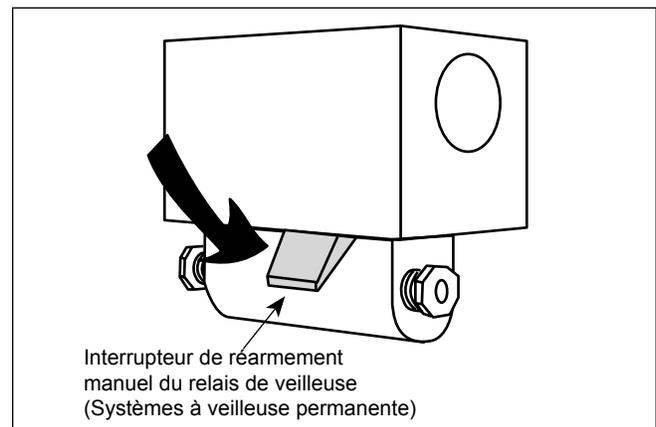

Figure 15. Relais de sécurité de la veilleuse
- e. Sur les systèmes à veilleuse permanente, appuyez sur le levier du relais de veilleuse (figure 15), allumez la veilleuse et maintenez le levier enfoncé pendant une minute, puis relâchez. Une fois la veilleuse allumée, mettez l'interrupteur d'alimentation sur « AUTO PUMP » (pompe auto.).